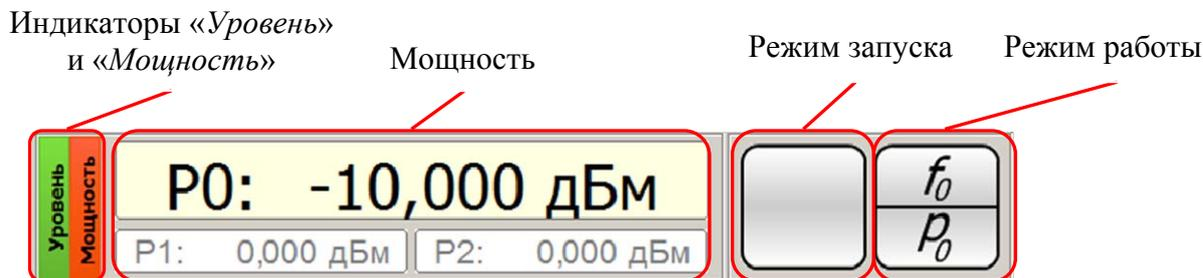

Рисунок 6.16 – Параметры мощности и режим работы
В параметрах мощности (рисунок 6.16) отображается:
1) в режиме «Фиксированная частота и мощность» и «Сканирование по частоте» отображается P_0 – значение текущей мощности, поля P_1 и P_2 затенены (рисунок 6.16);
1) не отображается в режиме «Фиксированная частота и мощность» (рисунок 6.16);